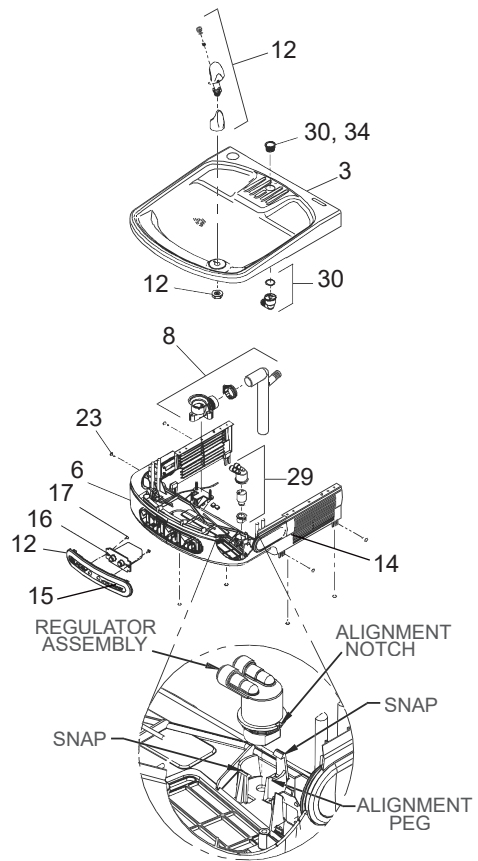

Fig. 6 EZ/LZ Right Hand Unit
- Using a small tip screwdriver, locate range adjustment screw through the small hole between the sensor lenses. Turn this screw clockwise to increase range and counterclockwise to decrease range (See Fig. 6).
- Usando un desatornillador con punta pequeña, gire el tornillo de un lado a otro pequeña agujero entre la ver ventana. de ajuste de límites en el sentido de las manecillas del reloj para aumentar el límite y en sentido contrario de las manecillas del reloj para reducir el límite (Vea Fig. 6).
- A l'aide d'un petit tournevis à pointe, effectuez une rotation de la vis de réglage à travers la petite trou entre votre fenêtre dans le sens des aiguilles d'une montre afin d'augmenter la portée, et dans le sens inverse pour la diminuer. (Voir Fig. 6).